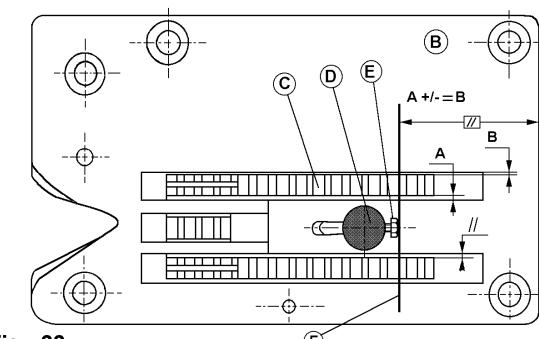

Fig : 22
Siehe Abb. 22. Mit Hilfe der Lehre (Teil Nr. 10230) nachprüfen, ob der Nadelhalter sich parallel zur Vorderkante der Förderplatte befindet. Die Einstellehre flach gegen die Schraube (E) drücken.